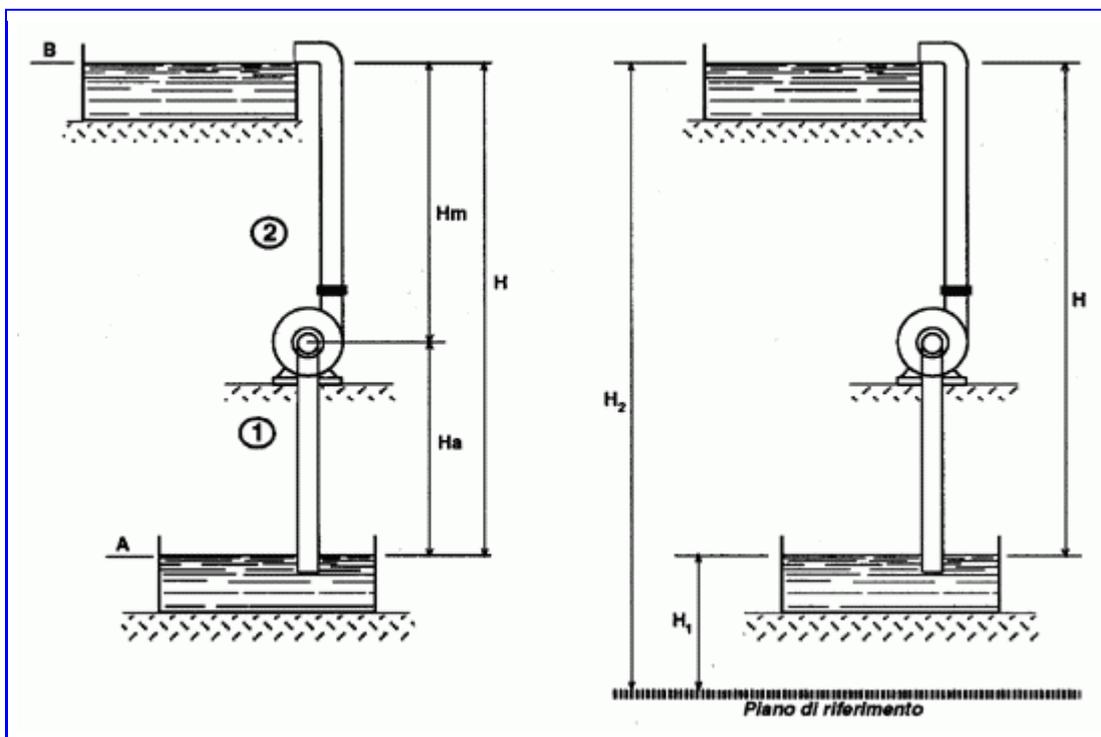

Figura 1 Schema di funzionamento di un impianto di sollevamento d'acqua a mezzo pompa e riferimenti per il calcolo della prevalenza.
- **prevalenza geodetica H** la differenza tra i livelli del liquido alla mandata e all'aspirazione (vedi figura 1).
Come riportato nella figura 1 visionando la posizione delle pompe, se misurassimo i livelli dei punti **A** e **B**, rispetto ad un unico piano di riferimento, la prevalenza **H** è data dalla differenza indicata nella seguente formula di :